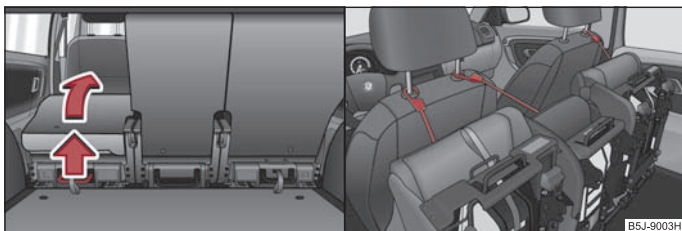

Abb. 52 Sitz komplett vorklappen / Vorgeklappte Sitze sichern
- Ziehen Sie den Hebel  $\Rightarrow$  Abb. 52 nach oben und klappen Sie danach den Sitz komplett vor.
- Sichern Sie den vorgeklappten Sitz mit Hilfe des Befestigungsgurts an einer Führungsstange der Kopfstütze des vorderen Sitzes  $\Rightarrow$  Abb. 52 rechts.